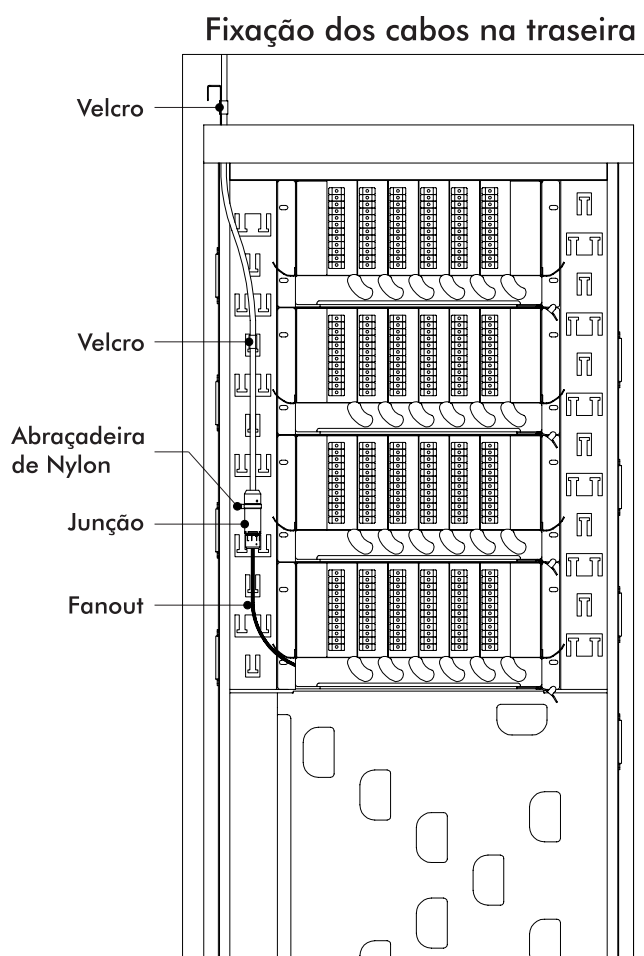

Figura 9
2. Guie os cabos Trunks – Fanouts até próximo aos Sub-Racks pela parte traseira da passagem lateral de cabos do Rack FTH-620. Utilize a Velcro dupla face para a fixação durante o caminho e as abraçadeiras de Nylon de 150 mm na fixação da junção. Conforme mostrado na Figura 9.